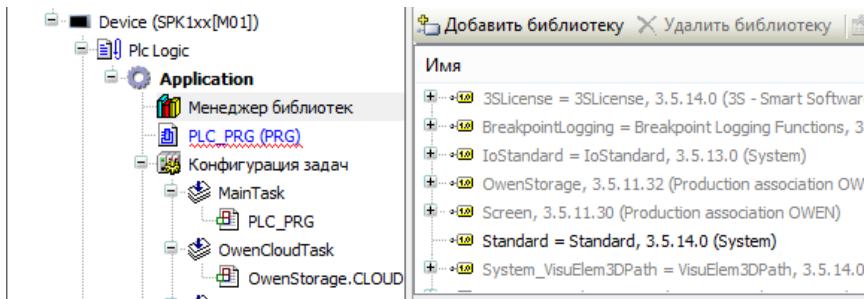

Рис. 41. Менеджер библиотек
4. Открыть менеджер библиотек (рис. 41).